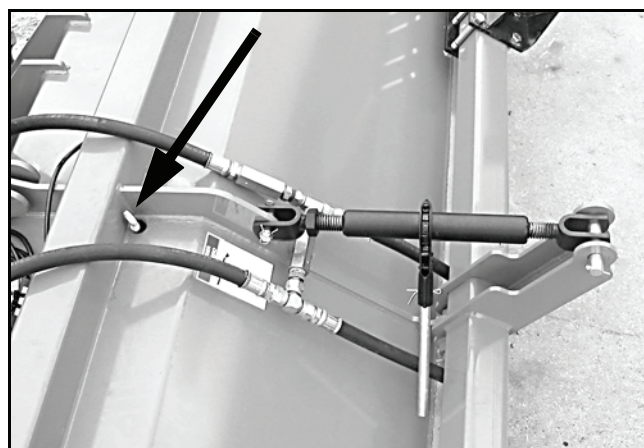

Figura 36. Local da vareta
9. Adicione o óleo de engrenagem SAE 85W90 através da tampa da vareta. Use a vareta para verificar o nível de óleo (Figura 36) e adicione o óleo adequadamente.